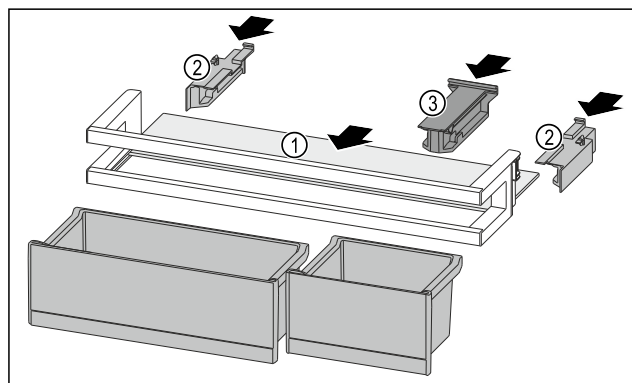

Fig. 100
- 将搁板 Fig. 100 (1)推入侧面凹槽。
- 插入侧面部分 Fig. 100 (2)。
- 插入定位件 Fig. 100 (3)。